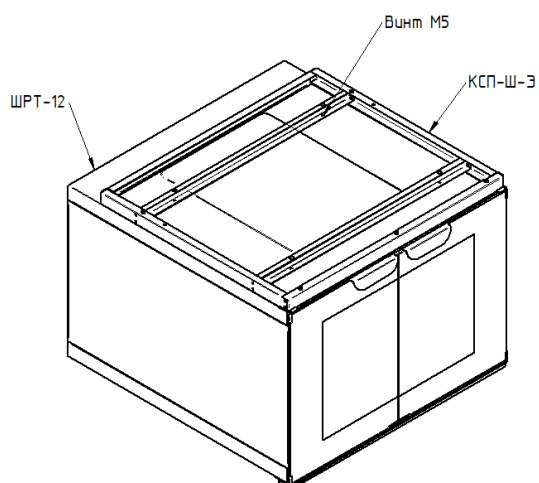

Рис.4
- на "Крышу" ШРТ-12 установить КСП-Ш-Э (см.Рис.4);